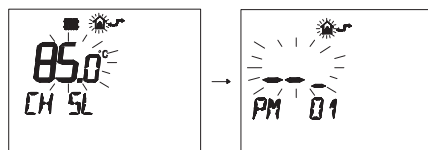

Figura 5.63
- Premere contemporaneamente i pulsanti **DAYL** e **ON/OFF** per entrare nella programmazione trasparente (Figura 5.63).